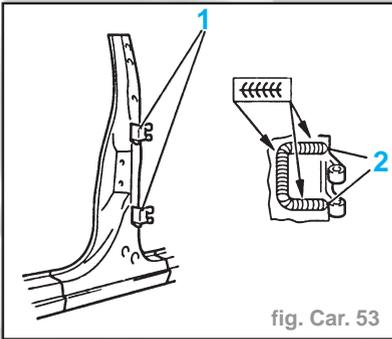

fig. Car. 53
- Souder les charnières (1) (fig. Car. 53), étancher les soudures, réaliser la protection des cavités.